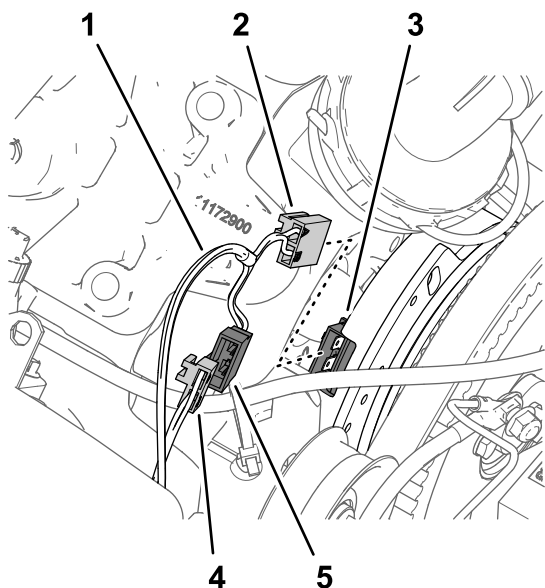

图169
2. 将标有泵离合器的 84cm 套件线束支管 2 针接头接入标有喷洒泵线圈的机器线束 2 插槽接头 图169。
3. 将标有泵离合器的套件线束 2 插槽接头接入交流发电机的 2 针接头图169。